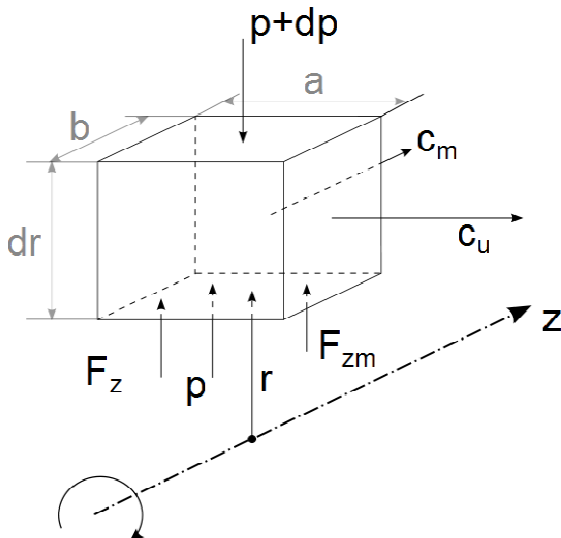

Abb. 1 – Kontrollvolumen Fluidelement
- 5.1 Leiten Sie für eine isentrope, inkompressible Strömung die Gleichung für das radiale Gleichgewicht (Gl. (1)) für ein Fluidelement (Abb. 1) aus den unten gegebenen Gleichungen für Fliehkraft und der Bernoulli Gleichung her. (11 Punkte)